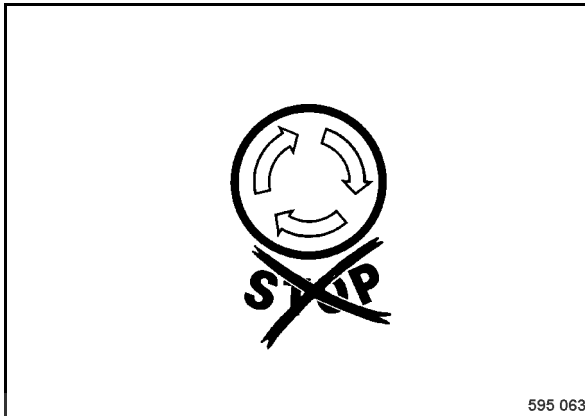

fig. 35
- S'assurer que l'interrupteur d'arrêt d'urgence (fig. 35) est déverrouillé.